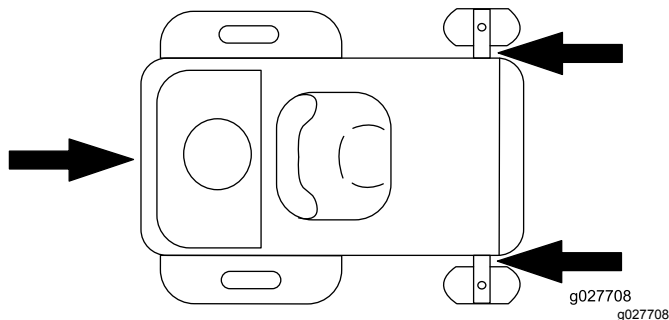

Figura 37
5. Amarre la máquina junto a las ruedas giratorias delanteras y el guardabarros trasero (Figura 37).